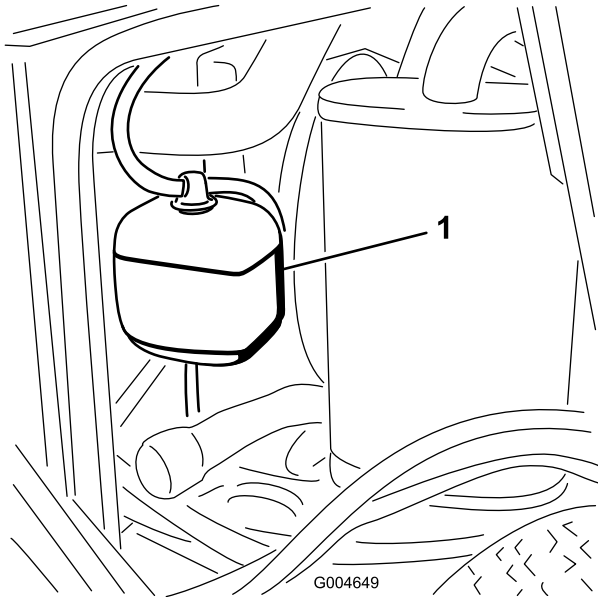

Bild 51
1. Prüfen Sie den Kühlmittelstand im Ausdehnungsgefäß (Bild 51). Er muss sich zwischen den Marken an der Seite des Gefäßes befinden.